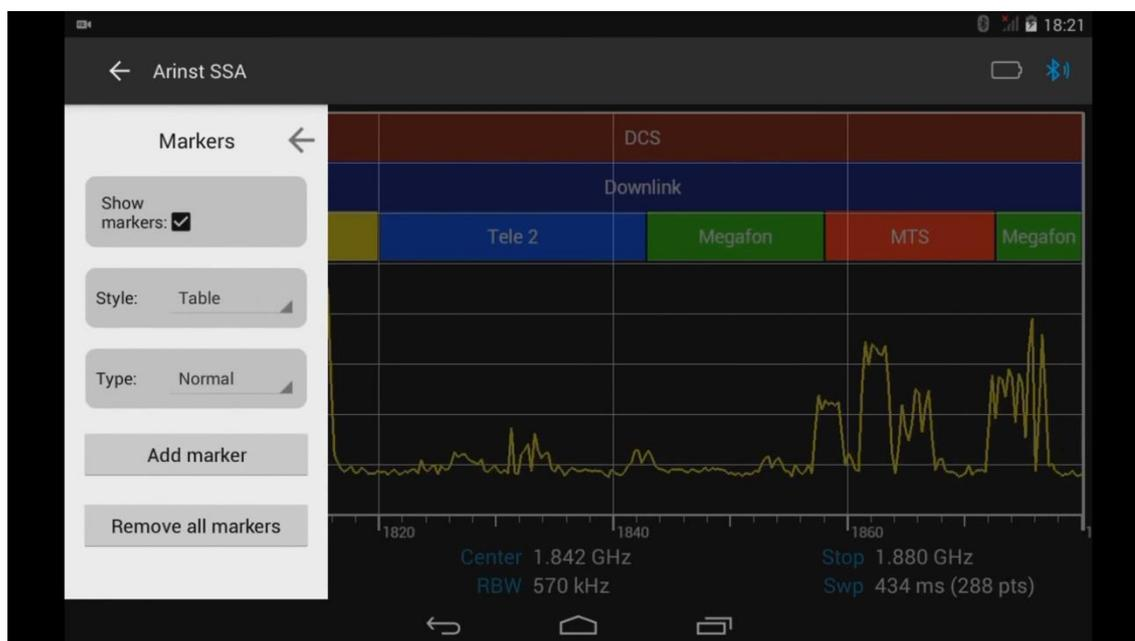

Рисунок 39 – Меню выбора типа маркерных измерений.
8.7.1. Из главного меню управляющей программы войдите в меню выбора типа маркерных измерений **Markers** (Рисунок 39).